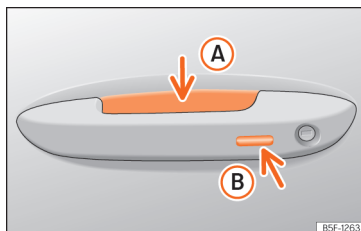

Fig. 74 Mânerul ușii: suprafețele senzorilor.
>>> fig. 74
- Atingeți suprafața senzorului **B** » » fig. 74 de pe exteriorul mânerului ușii. Toate semnalizatoarele clipească o dată.
- În interval de 5 secunde, atingeți senzorul din exteriorul mânerului portierei o dată **>>> fig. 74** . Nu apucați mânerul atunci când faceți acest lucru. Astfel se dezactivează temporar sistemul Keyless Access.
- Data următoare, autovehiculul poate fi deschis numai electronic, cu cheia cu telecomandă. După următoarea încuiere, sistemul Keyless Access va fi activat din nou **>>> ①**.